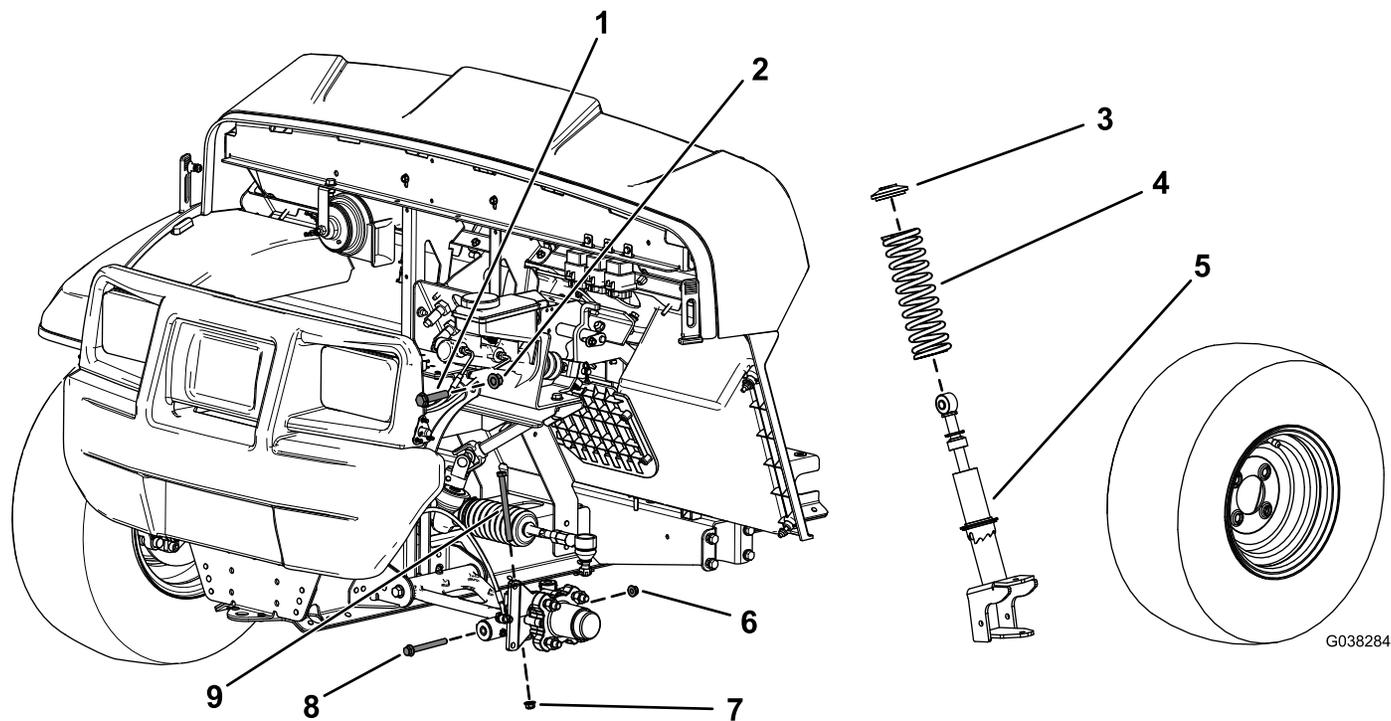

Figure 1
2. Retirez le boulon à tête hexagonale (3/8" x 4³/₄") et l'écrou à embase (3/8") de la fusée (Figure 1).
3. Retirez le boulon à tête hexagonale (3/8" x 3¹/₂") et l'écrou à embase (3/8") du bras de commande (Figure 1).
4. Retirez le boulon à tête hexagonale (1/2" x 2¹/₄") et le contre-écrou (1/2") qui fixent la jambe de suspension au cadre supérieur (Figure 1).
5. Déposez la jambe de suspension (Figure 1).
3. Déposez le ressort la jambe de suspension (Figure 1).
4. Installez le nouveau ressort sur la jambe de suspension existante (Figure 1).
2. Fixez la partie supérieure de la jambe de suspension au cadre avec le boulon à tête hexagonale supérieur (1/2" x 2¼") et le contre-écrou (1/2"), comme montré à la Figure 1.
4. Posez le boulon à tête hexagonale (3/8" x 4¾") et l'écrou à embase (3/8") sur la fusée (Figure 1).
6. Fixez la partie inférieure de la jambe de suspension au bras de commande avec le boulon à tête hexagonale supérieur (3/8" x 3½") et l'écrou à embase (3/8"), comme montré à la Figure 1.